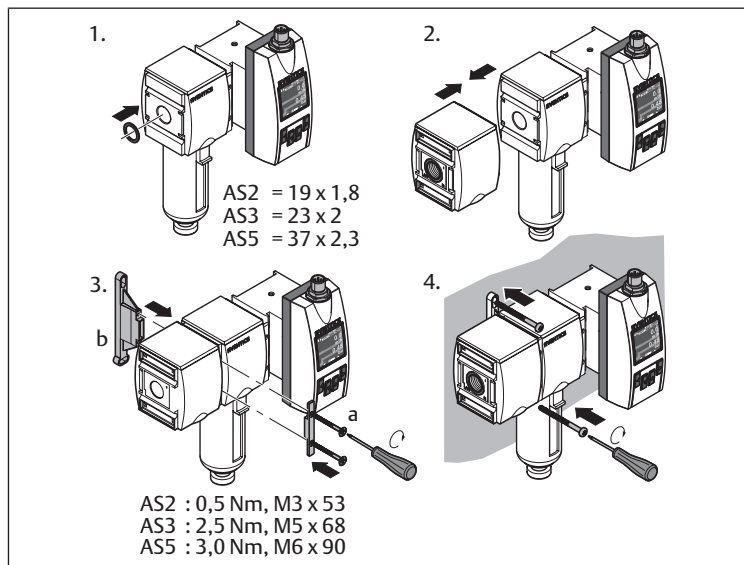

Fig. 5: Montaggio con staffa di fissaggio | W03
- Montaggio con staffa di fissaggio: vedere → Fig. 5.